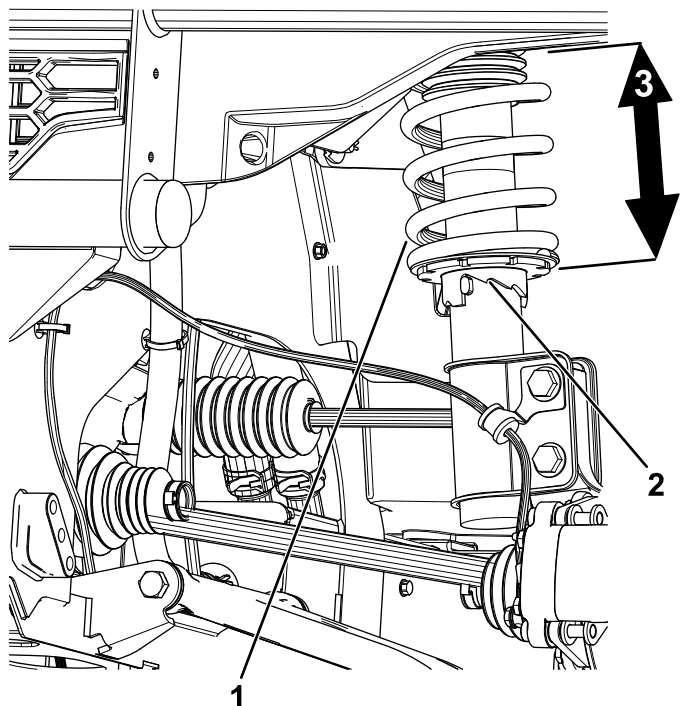

Figure 78
2. Si la garde au sol n'est pas correcte, utilisez la clé de réglage de ressort pour tourner le collet sur l'amortisseur et orienter la roue correctement (Figure 78).